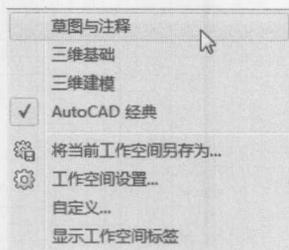

图1-8
- 在任意工作空间内，单击状态栏中的“切换工作空间”按钮，从弹出的下拉菜单中选择所需工作空间，如图1-8所示。